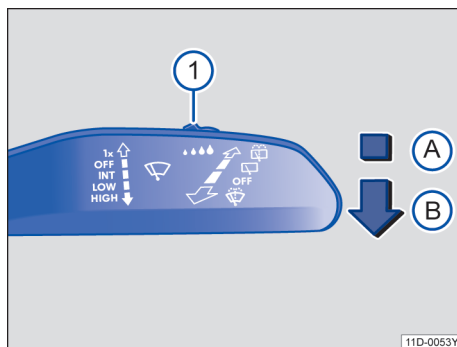

图 80 车窗玻璃刮水器操作杆：调节雨量传感器 ①
将操纵杆按压到所需位置→图 80：
雨量光线传感器的灵敏度可以通过车窗玻璃刮水器操纵杆中的开关→图 80①→第 74 页手动调节。